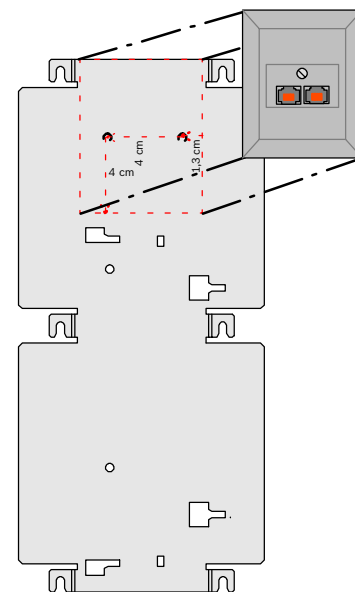

Bild 8 Befestigung der UAE 8/8-Telefondose
- Markieren Sie die Bohrungen der Anschlusseinheit entsprechend der Beschreibung (Bild 8).